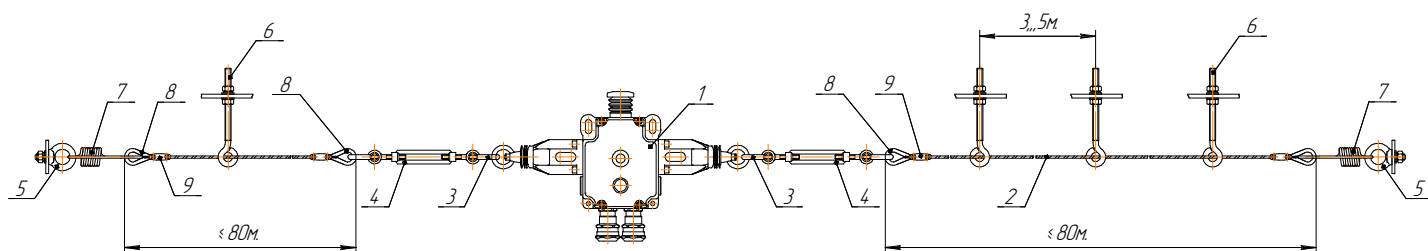

Рис.2
- 7.2. Выключатели АТВ-0905 (поз.1) (см. Рис.2) установить на ставе конвейера. Рекомендуемые расстояния между промежуточными опорами (поз.6) и длина троса указаны на схеме.